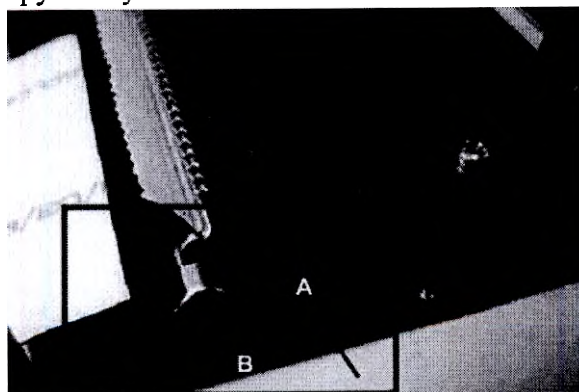

Рисунок 33. Рычаг
5. Поднимите печатающую головку, взявшись за рычаг сбоку (рисунок 33, позиция А). Вставьте конец бумаги в направляющую, точно выровняв его с помощью ножниц и соблюдая направление вращения рулона.
7. Подавайте бумагу вручную, пока она не начнет двигаться автоматически. Можно заправлять бумагу вращением ручки, обозначенной буквой (рисунок 33, позиция В).